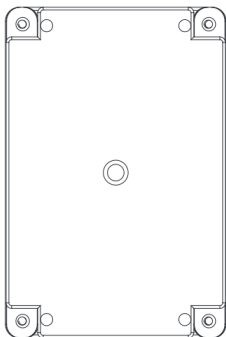

Figura 1
1. Ubique los orificios de instalación en la parte inferior del gabinete, como se muestra en la Figura 1.